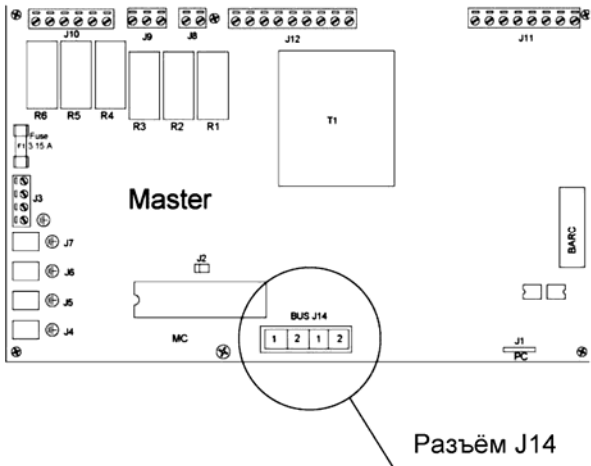

Рисунок 14
- Установите все четыре микропереключателя J17, которые находятся на каждой плате «Slave» (подчинённая) котлового агрегата в положение Off (выкл) (Рисунок 14);